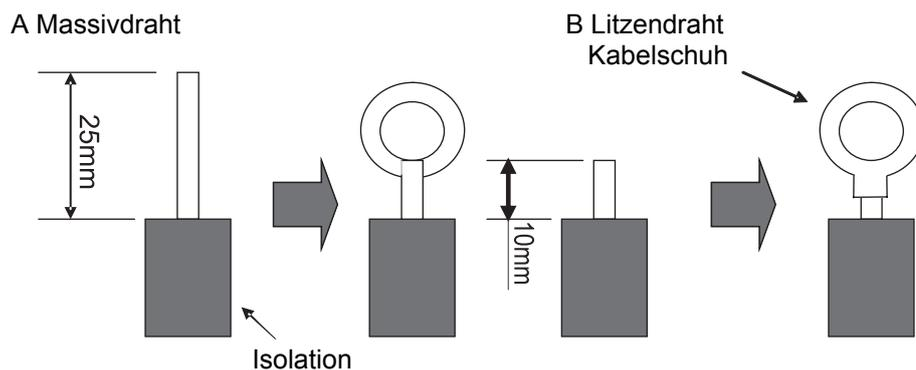

Abb. 39
1. Für Massivdraht (Abb. 39)
2. Für Litzendraht (Abb. 39)